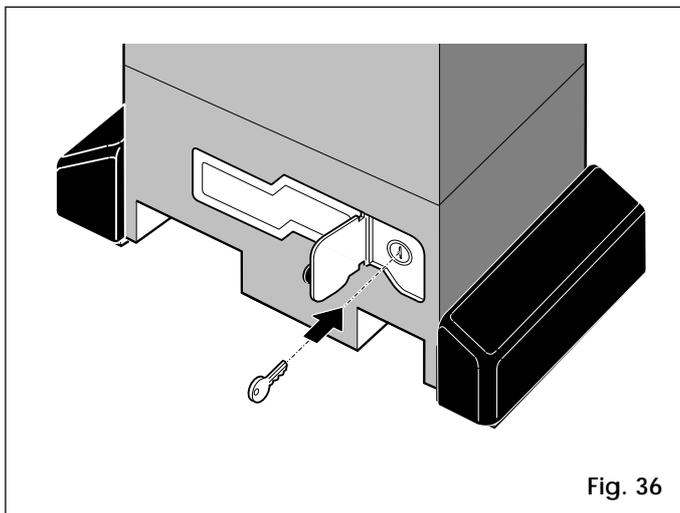

Fig. 36
- 1) Abrir la tapa de protección e insertar la llave correspondiente en la cerradura (Fig. 36).